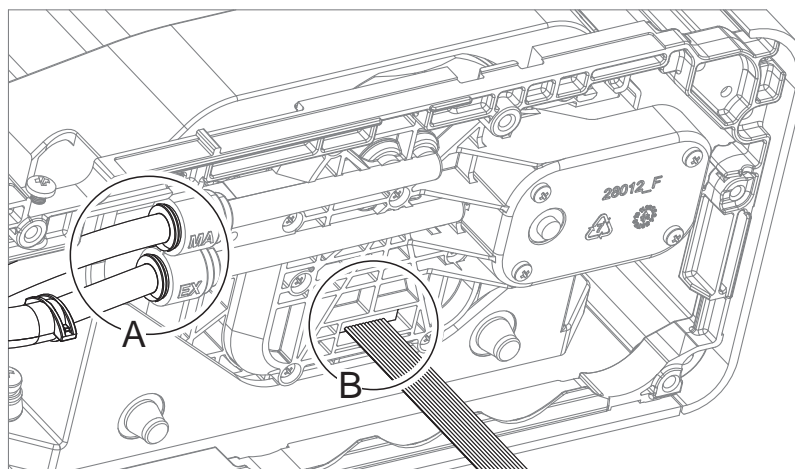

Рис. 7-10: Демонтаж трубок и кабеля
6. Отсоедините две трубки (А) и кабель (В) (Рис. 7-10).